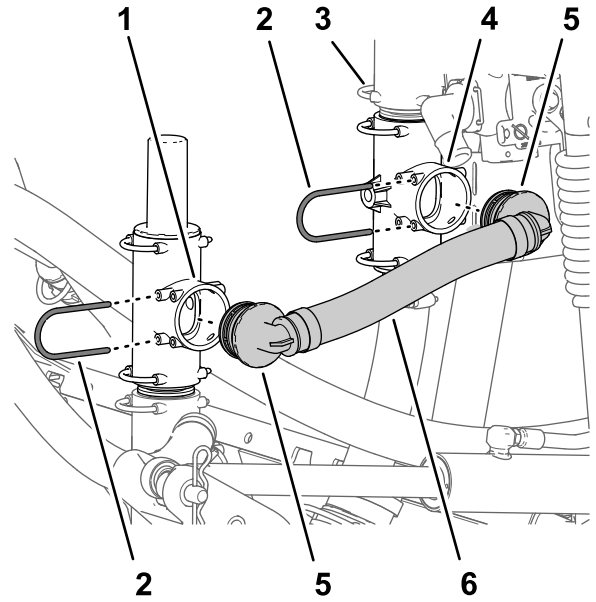

图 9
1. 将泄压软管总成的 90°接头与上 T 形接头位于泄压阀下方的开口端对齐并插入 90°接头直至完全入位 图 9。
2. 使用在 拆下软管 \(页码 4\) 的步骤 2 中卸下的卡环 图 9 固定 90°T 形接头。
3. 将泄压软管总成的另一个 90°接头与下 T 形接头固定在阀安装座上的开口端对齐并插入 90°接头直至完全入位 图 9。
4. 使用在 拆下软管 \(页码 4\) 的步骤 2 中卸下的卡环 图 9 将 90°接头固定到上 T 形接头上。
4. 使用卡环将直通宝塔接头固定到清洁加药器阀 图 9。